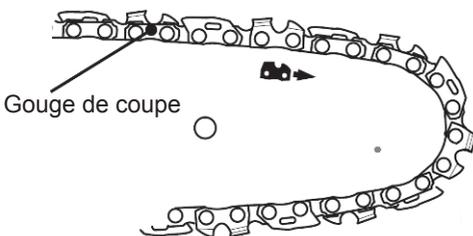

Fig. 6
4. Étalez la chaîne (13) avec les tranchants des gouges de coupe de la chaîne orientés dans le sens de la rotation.
Glissez la chaîne (13) dans le rail entourant le guide-chaîne (12). Assurez-vous que la chaîne (13) est installée dans le bon sens de rotation. (Fig. 6)